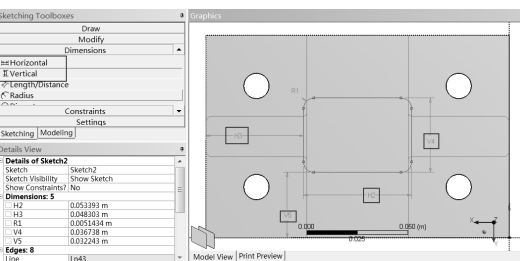

图 2-88 尺寸标注
Step10: 选择 Dimensions Horizontal 命令标注如图 2-88 所示的水平尺寸。同样操作, 选择 Dimensions Horizontal 命令标注垂直尺寸。